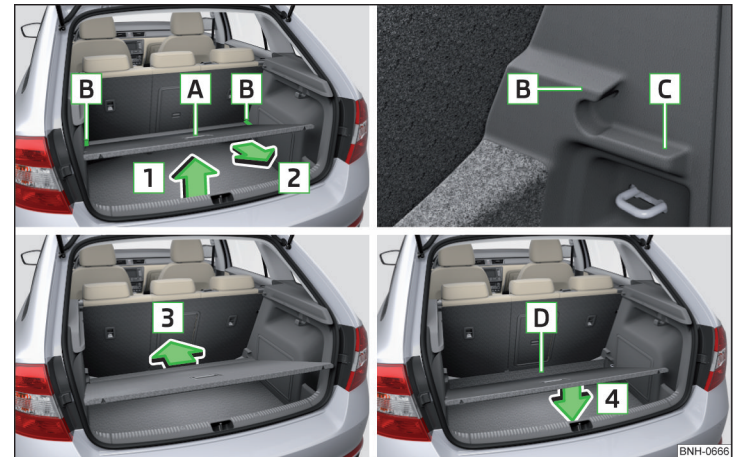

Abb. 116 Variablen Ladeboden in die obere/untere Position einstellen
- Den variablen Ladeboden am Griff **A** in Pfeilrichtung **1** anheben und teilweise in Pfeilrichtung **2** verschieben » Abb. 116.